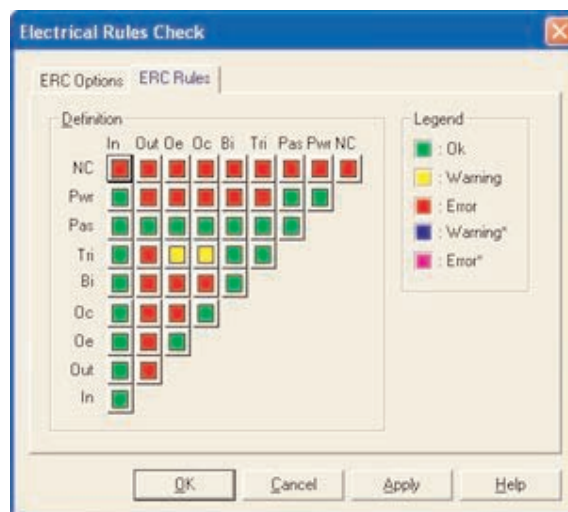

Рисунок 24 – Правила проверки
3. Установите параметры проверки на закладке Правила проверки (ERC Rules) (Рисунок 24).